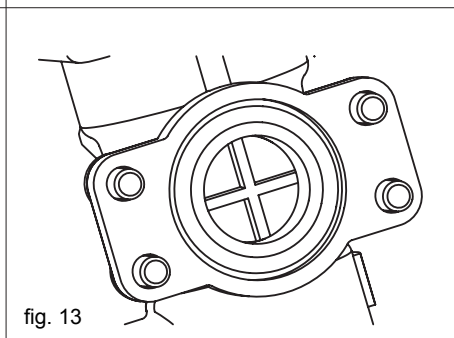
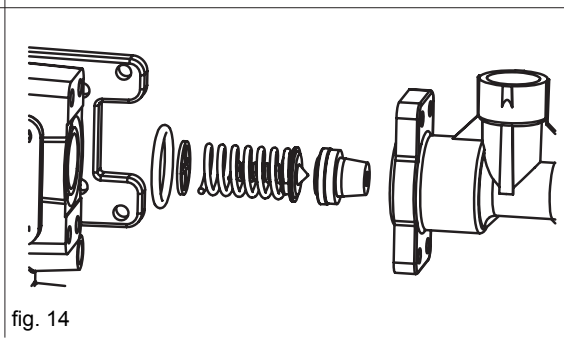

fig. 13
fig. 14
- Inserire la valvola e la molla grande facendo attenzione al verso di inserimento (fig. 14) e assicurarsi che il disco forato guida molla sia bene in posizione (fig. 13)